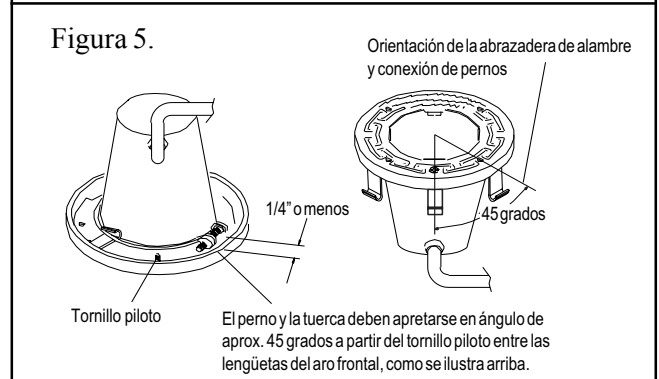

Figura 5.
5. Gire la lámpara de manera que quede apoyada sobre el lente. Apriete el tornillo y la tuerca hasta que los extremos se encuentren a una distancia de 1/4 pulgada o menos de la abrazadera; vea la Figura 5.